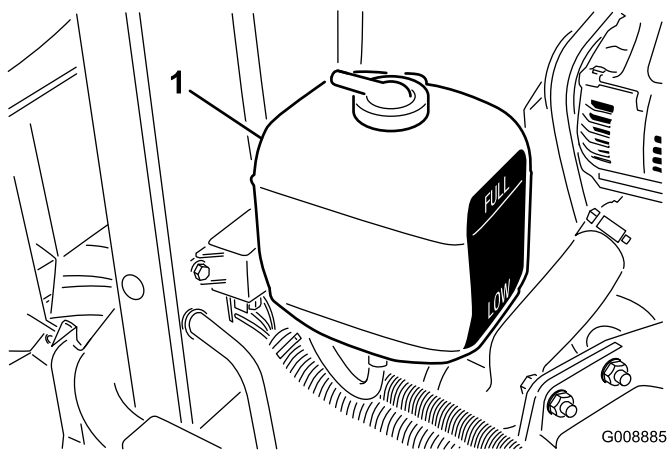

Bild 21
1. Prüfen Sie den Kühlmittelstand im Ausdehnungstank (Bild 21). Bei einem kalten Motor muss der Füllstand ungefähr auf halber Höhe zwischen den beiden Markierungen stehen.